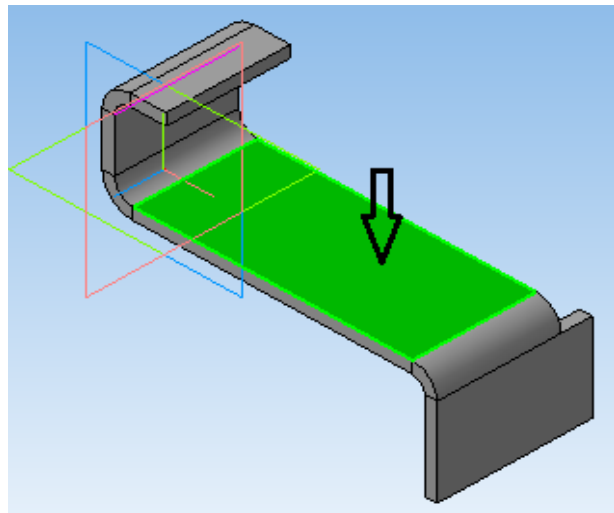

Рисунок 39.
1. Указываем грань листовая детали и создаем «Эскиз» (рисунок 39).